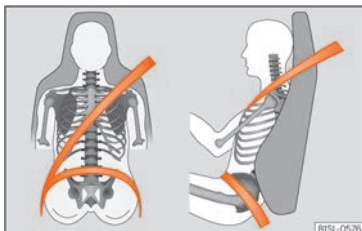

Fig. 3 Banda del cinturó ajustada correctament.
- Mantingueu el clatell el més a prop possible del reposacaps »» fig. 3.